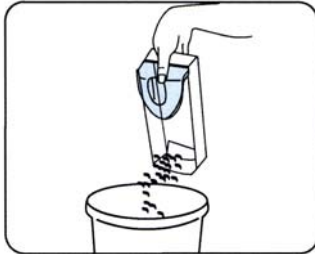

Fig. 6
2. Videz le contenu de la coupelle (Fig. 6). Au besoin, rincez la coupelle à l'eau pour la nettoyer, mais **faites-la sécher complètement** avant de la remettre dans l'appareil.